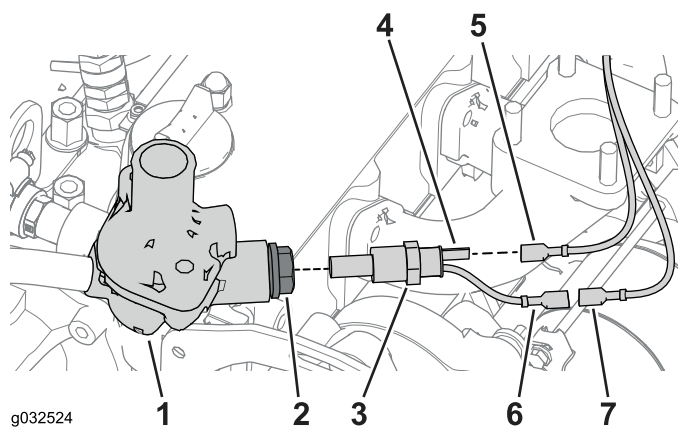

Figura 34
1. Localize a caixa do termóstato no bloco do motor e retire o tampão da porta do motor (Figura 34).
5. Localize o fio amarelo que desligou no passo anterior e ligue-o ao conector quente do motor (Figura 34).
6. Localize o fio laranja que está ligado ao fio amarelo e ligue-o ao conector morno do motor (Figura 34).